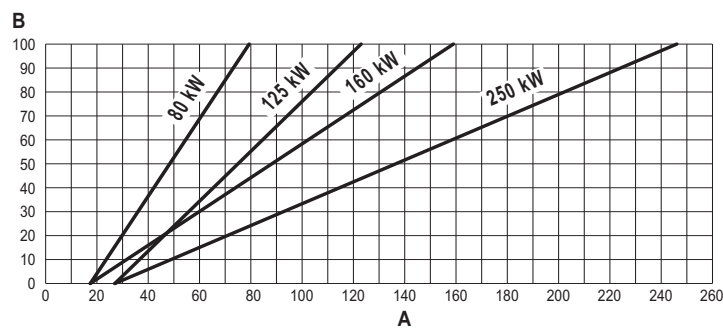

fig. 60
- Pulse las **teclas de la calefacción** (3 y 4 - fig. 1) para aumentar o disminuir la capacidad térmica (mínima = 00 - máxima = 100). Vea el diagrama "Regulación de la capacidad térmica" (fig. 60).